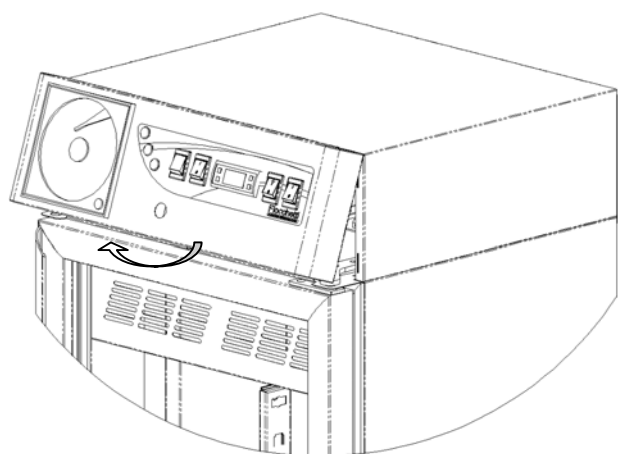
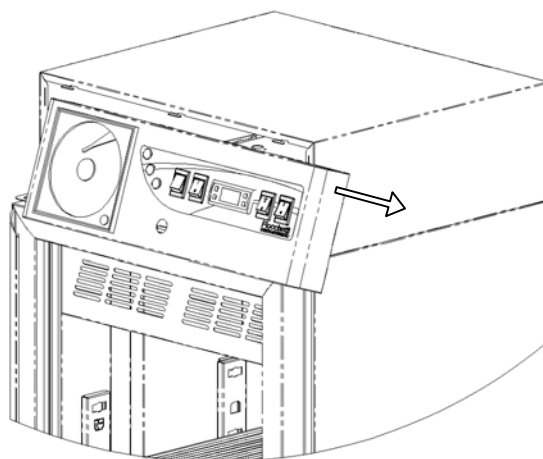

Fig.16
Fig.17
**Fase 2** A máscara é bloqueada na parte inferior com 3 engates, portanto, é necessário incliná-la para fora do refrigerador para desengatá-la lateralmente (fig.16) e deslizar para a direita (Veja fig.17).